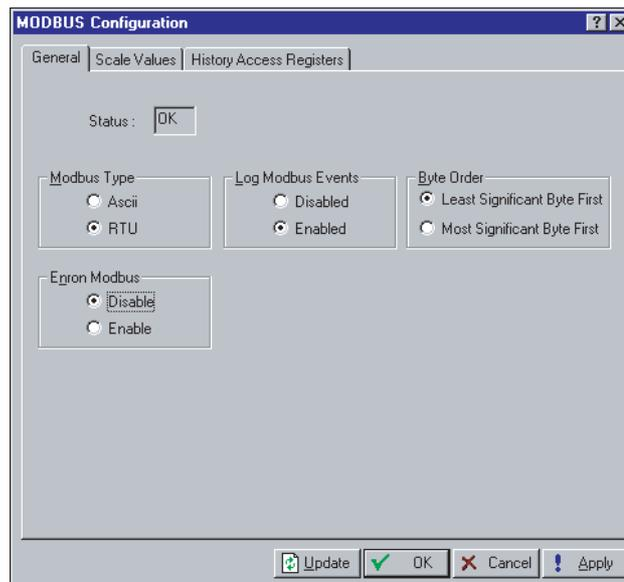

Figura 6-14. Configuração do Modbus
1. Selecione Configure > Modbus > **Modbus Configuration**. Consulte a Figura 6-14.